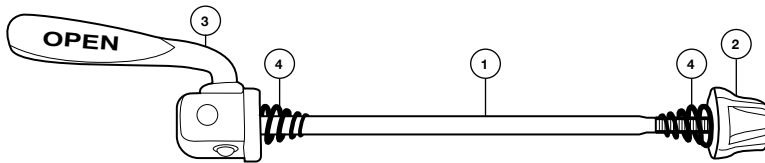

Figure 14. Axe à blocage rapide : ① Tige ② Écrou ③ Levier ④ Ressort conique
2. Vérifiez que les ressorts coniques se trouvent bien de chaque côté du moyeu et que la plus petite circonférence de ces derniers soit orientée vers le moyeu (vers le centre de la roue) comme sur la *Figure 14*.